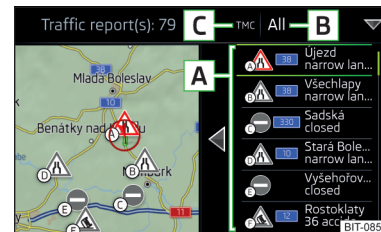

Abb. 183
In der Liste der Verkehrsmeldungen sowie in der Karte erfolgt die Anzeige von maximal 6 Meldungen, die mit einem Buchstaben und dem Symbol einer Verkehrsbehinderung versehen sind (bspw. , , ) **[A]** » Abb. 183.
Auf der Position **[C]** » Abb. 183 können die folgenden Symbole eingeblendet werden.
- › **Es erfolgt eine Zielführung** - nach Antippen der Funktionsfläche **[B]** » Abb. 183 sind im angezeigten Menü durch Antippen der Funktionsfläche **Alle Bereiche** alle Verkehrsmeldungen, **oder** durch Antippen der Funktionsfläche **Route**, nur die auf der Route vorhandenen Verkehrsmeldungen auswählbar. ▶